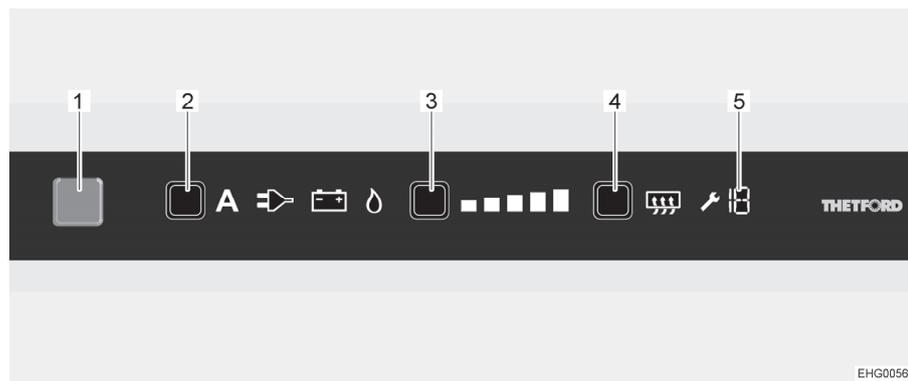

Fig. 133 Elementos de mando
Una vez conectado, el frigorífico selecciona automáticamente el último ajuste seleccionado del termostato. Este ajuste se puede reajustar de modo manual a través de la tecla de niveles de refrigeración (Fig. 133,3). Las barras luminosas del indicador de nivel de refrigeración indican el ajuste seleccionado del termostato. Con la tecla de niveles de refrigeración se ajusta la temperatura de refrigeración para los tres tipos de energía. Pasan algunas horas hasta que el frigorífico alcanza la temperatura de servicio normal. Al conmutar el modo de funcionamiento se mantiene el ajuste del termostato. La temperatura de refrigeración se mantiene independientemente del tipo de energía.
- Presionar la tecla On/Off (Fig. 133,1) por 1 segundo. La tecla se ilumina de color azul. Después de aprox. 10 segundos, la visualización se atenuará automáticamente por razones de ahorro de energía.
- Pulsar la tecla de selección de energía (Fig. 133,2) repetidamente hasta que esté seleccionada la fuente de energía deseada. En caso de funcionamiento a gas: el suministro de gas está abierto. El encendido se realiza automáticamente. Se oye un sonido de tic-tac hasta que el proceso de encendido se haya llevado a cabo con éxito.
- Pulsar la tecla de niveles de refrigeración (Fig. 133,3) repetidamente hasta que esté seleccionada la nivel de refrigeración deseado. El nivel de refrigeración de refrigeración actual se visualizará a través de las barras luminosas.
- Pulsar la tecla On/Off (Fig. 133,1) por aprox. 2 segundos. Se apagarán todos las lámparas. El frigorífico está desconectado.